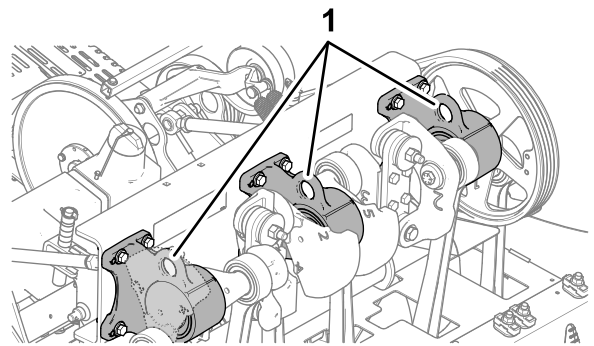

**Figura 129**
**Nota:** Se disponibile, utilizzate un paranco per sollevare la parte posteriore della macchina. Come punti di attacco per il sollevamento utilizzate i ganci a occhiello nelle sedi dei cuscinetti della testa di carotaggio (Figura 129).